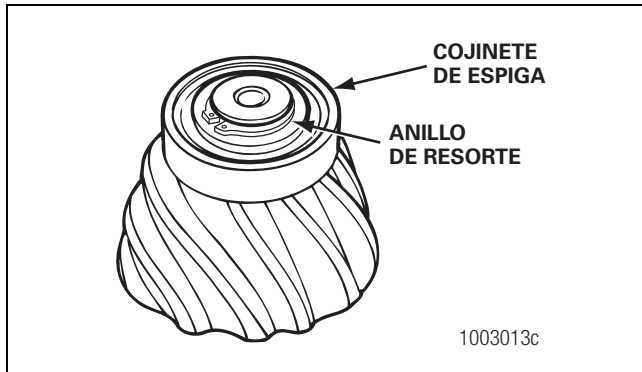

Figura 3.31
- Retire el anillo de resorte, si así está equipado, del extremo del piñón de mando con alicates que se expanden. Figura 3.31.